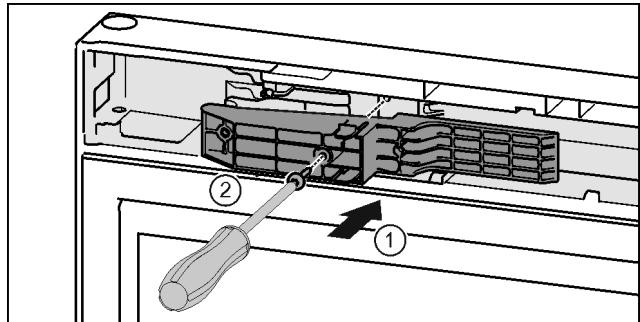

Fig. 48 *
- ▶ Helyezze be az illesztődarabot a nyílásba a fogantyú felőli oldalra. Fig. 48 (1)*
- ▶ Húzza meg a csavarokat a T15 csavarhúzóval. Fig. 48 (2)*